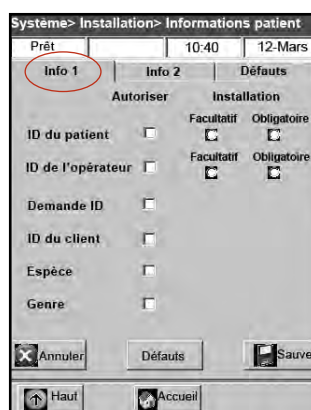

Figure H-7 : Écran “Système> Configuration> Information patient> Info 1”
- Sur l'écran “Info 1”, sélectionnez les options que vous souhaitez inclure dans l'information concernant le patient (Figure H-7) : **“ID du patient”**, **“ID de l'opérateur”**, **“Numéro de référence de la demande”**, **“ID du client”**, **“Espèce”** et **“Sexe”**.